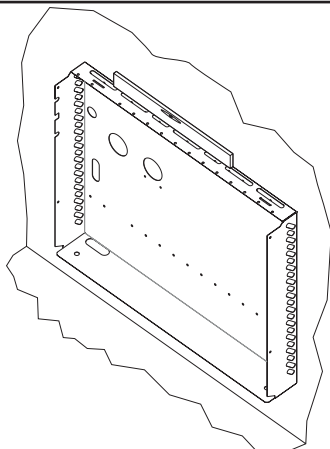

Figure 1
2. Repérer les montants muraux et placer le capot mural en position. S'assurer que les orifices des tuyaux de fumée et d'admission ne sont pas alignés sur un montant mural. S'assurer que le capot est de niveau. **Voir Figure 1.**